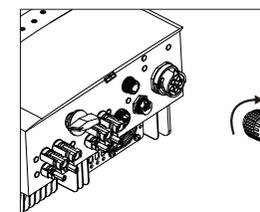

Figura 5.24 Conector AC para o inversor
C) Conecte o conector AC ao inversor e, em seguida, aperte o conector AC no sentido horário (consulte a Figura 5.24), até ouvir um leve clique, indicando que a conexão foi bem-sucedida.